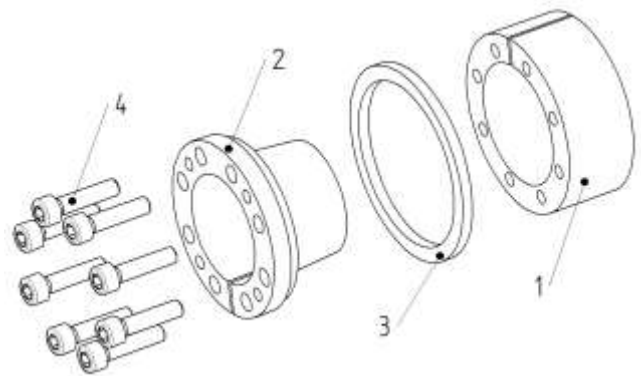

Bild 3) KBS 71
- Kontaktflächen des Spansatzes sowie der Welle und Nabe reinigen (siehe Bild 3) und anschließend dünnflüssiges Öl leicht auftragen (zum Beispiel: Ballistol Öl oder Klüber Quietsch-Ex)